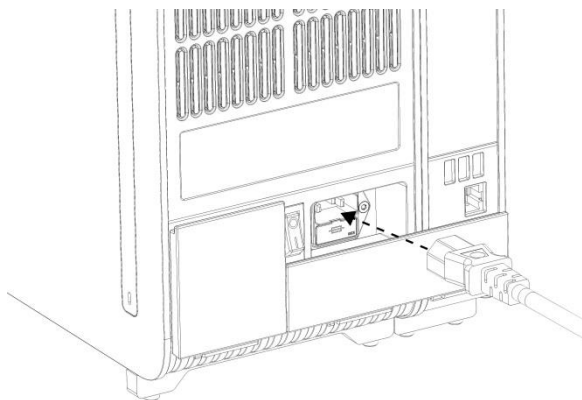

Figura 17. Collegamento del cavo di alimentazione.
8. Collegare il cavo di alimentazione fornito con il QIAstat-Dx Analyzer 1.0 sul retro del modulo analitico originale (Figura 17).